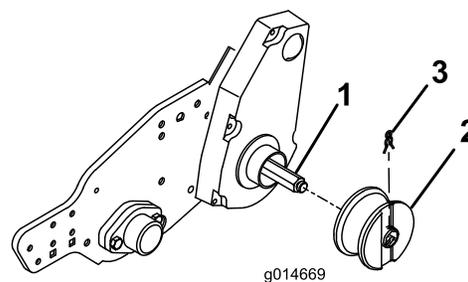

Figura 6
6. Insira uma roda da calha em cada eixo com o canal virado para fora e fixe com um clipe de roda (Figura 6).